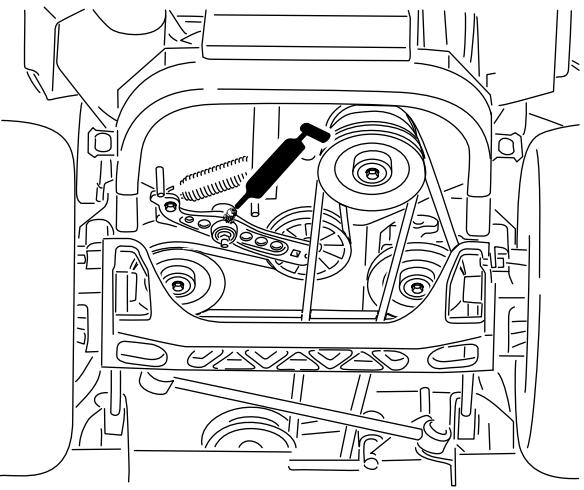

Figura 49
6. Lubrifique o braço intermédio da correia de transmissão (Figura 49).